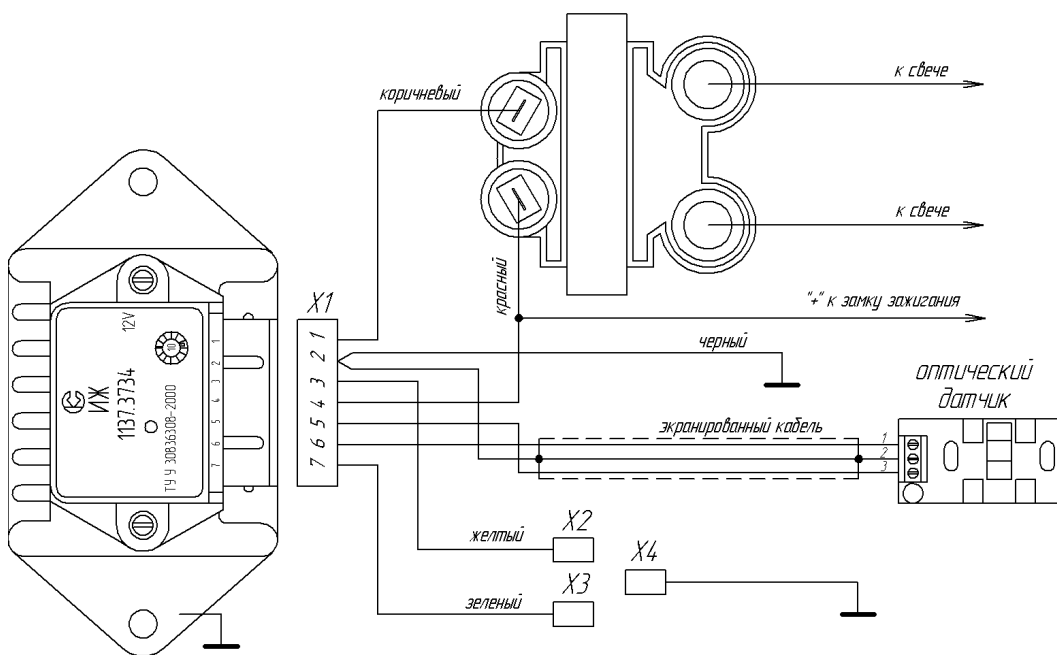

Рис. 5.2. Схема установки МПБСЗ на двухцилиндровые мотоциклы.
5.1. При установке МПБСЗ на мотоциклы с катушками зажигания 3012.3705, 4412.3705, 406.3705, 3022.3705, наблюдается увеличение энергии искры и качественное улучшение работы двигателя мотоцикла. На двухцилиндровые мотоциклы данная конфигурация включения наиболее приемлема. Схему включения приведена на рис. 5.2. При установке данных катушек на одноцилиндровые мотоциклы второй высоковольтный провод обязательно подключают на землю.